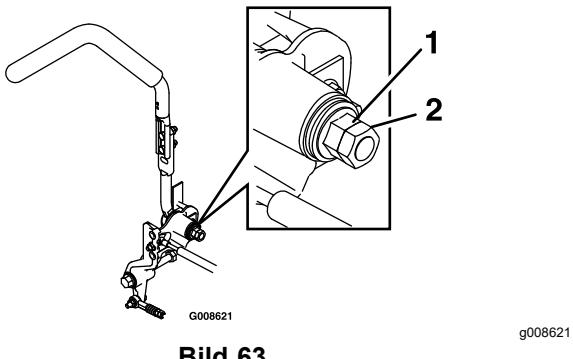

Bild 63
2. Lösen Sie dann die Klemmmutter (Bild 63).